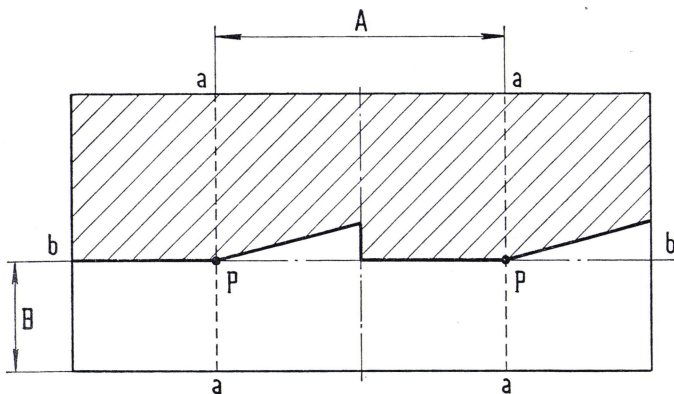

Abb. 105. - Schirm zur Einstellung der Scheinwerfer.
Man zeichnet auf den Schirm (Abb. 105) ein Paar senkrechter Linien a-a im Abstand $A = 1254 \text{ mm}$ entsprechend dem Abstand der Scheinwerfermitten.
Dann zeichnet man die waagrechte Linie b-b in Höhe B, entsprechend der in Abb. 105 angegebenen Höhe vom Boden.
- die waagrechte Linie zwischen hellem und dunklem Feld muss auf der Linie b-b (Abb. 105) verlaufen;
- die um ca. 15° nach oben geneigten Linien müssen in den Schnittpunkten **P** zwischen den Linien a-a und b-b beginnen (Abb. 105). Eine Abweichung des Punktes **P** nach aussen darf höchstens $1^\circ 30'$ (gleich 130 mm) betragen.